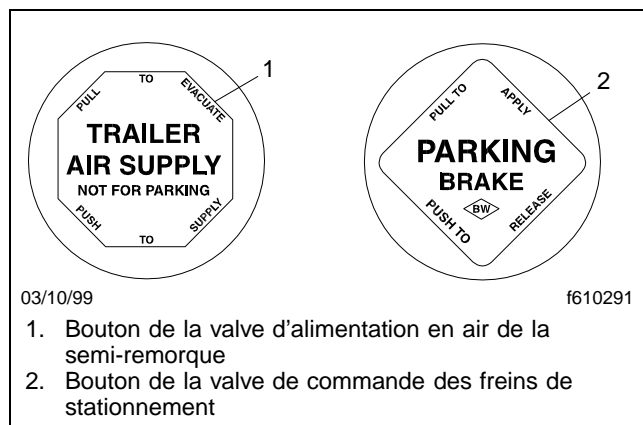

Fig. 11.24, Boutons de valves montés sur le tableau de bord
Sur les véhicules où le système de freins pneumatiques de la semi-remorque est raccordé, desserrez les freins de stationnement du véhicule en appuyant sur le bouton de la valve de commande de ces freins. Voir la **figure 11.24**. Serrez les freins de stationnement de la semi-remorque en tirant le bouton de la valve d'alimentation en air de la semi-remorque. Voir la **figure 11.24**.
38. Tirez le bouton de la valve de commande des freins de stationnement (**figure 11.24**) lorsque le véhicule se trouve sur une pente de 20 pour cent (la surface de la rampe doit être en ciment Portland ou l'équivalent). Si les freins de stationnement ne retiennent pas le véhicule, réparez le système des freins de stationnement.